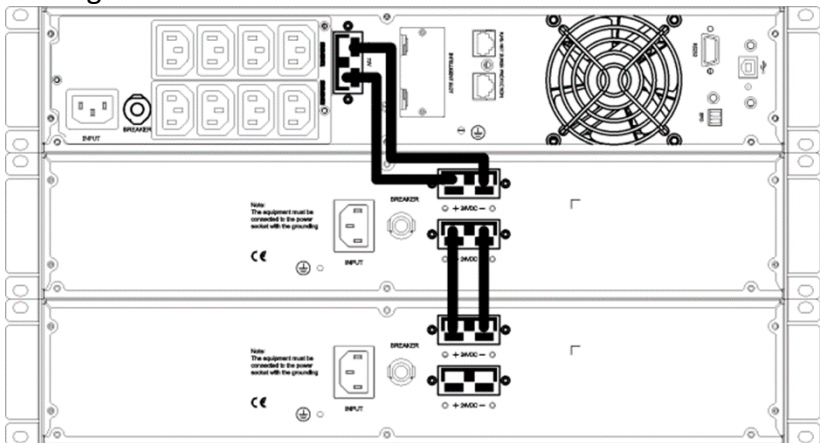

Fig. 1 Câblage des bornes de la batterie
1. Branchez le(s) câble(s) EBP dans le(s) connecteur(s) de la batterie, comme indiqué dans la figure 1.